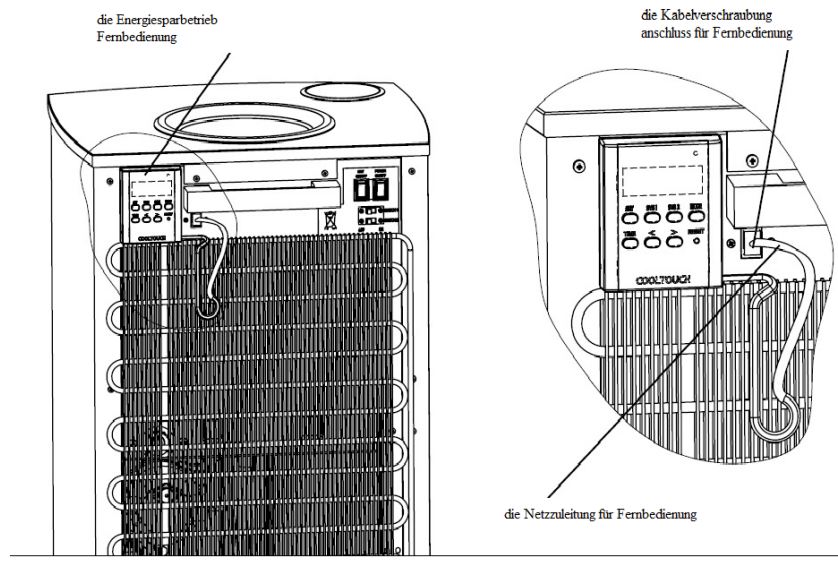

Abbildung Nr. 27. « Anschluß des Energiesparbetriebs mit der Fernbedienung »
5.7.1. Energiesparbetrieb Anschluß Fernbedienung (Siehe Abbildung Nr. 27.).